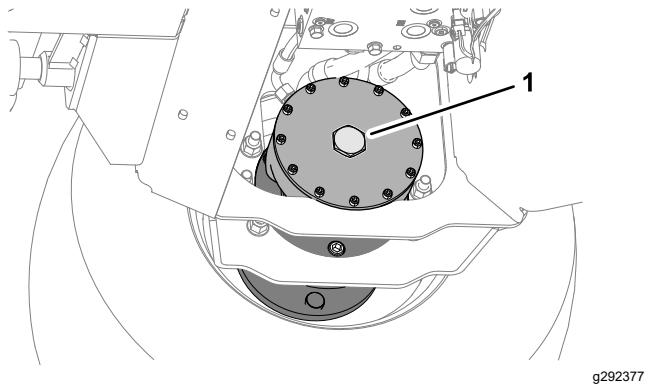

Figure 36
6. Sur le frein de moteur de la roue avant droite, enlevez le bouchon hexagonal (Figure 36).